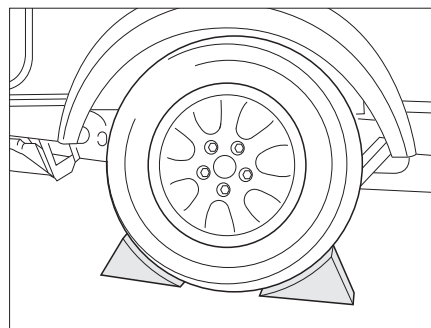

Fig. 187 Bloccare il veicolo
- Sistemare in corrispondenza della ruota di fronte i cunei fermaruota o oggetti simili in modo da bloccare il veicolo (Fig. 187).